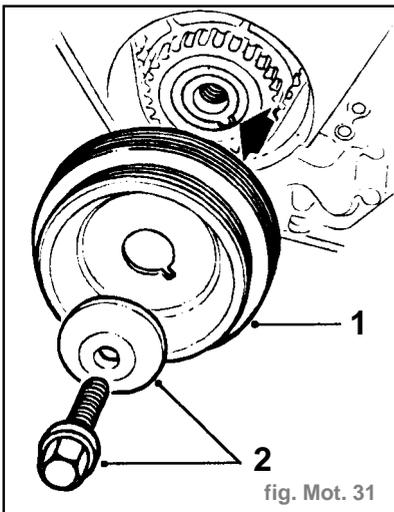

fig. Mot. 31
- Poser la poulie de vilebrequin (1) sur le pignon du vilebrequin en contrôlant que le creux de la poulie s'engage sur l'oreille du pignon (fig. Mot. 31).
- Déposer le tendeur de courroie de pompe de direction assistée (3).
- Enlever le boulon maintenant la poulie sur le vilebrequin et récupérer la rondelle (2) (fig. Mot. 31).